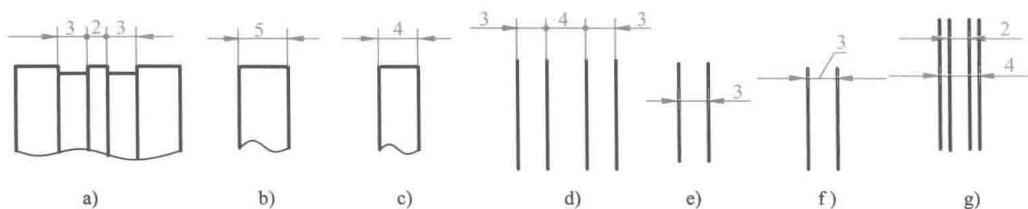

图 1-13 小线性尺寸的标注示例
3) 对于小线性尺寸,当没有足够的位置画箭头或写尺寸数字时,箭头可以由尺寸界线外指向内,连续尺寸可以用实心圆点代替箭头,如图 1-13 所示。